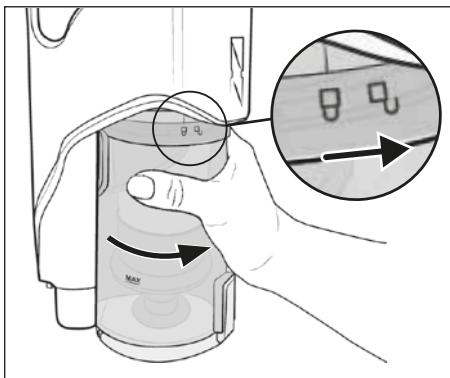

Fig. 23
- 8) Vuelva a colocar el depósito de polvo 7 en el aparato y gírelo hacia el símbolo 8 (cerrar) hasta que quede firmemente montado en el aparato (consulte la fig. 23).